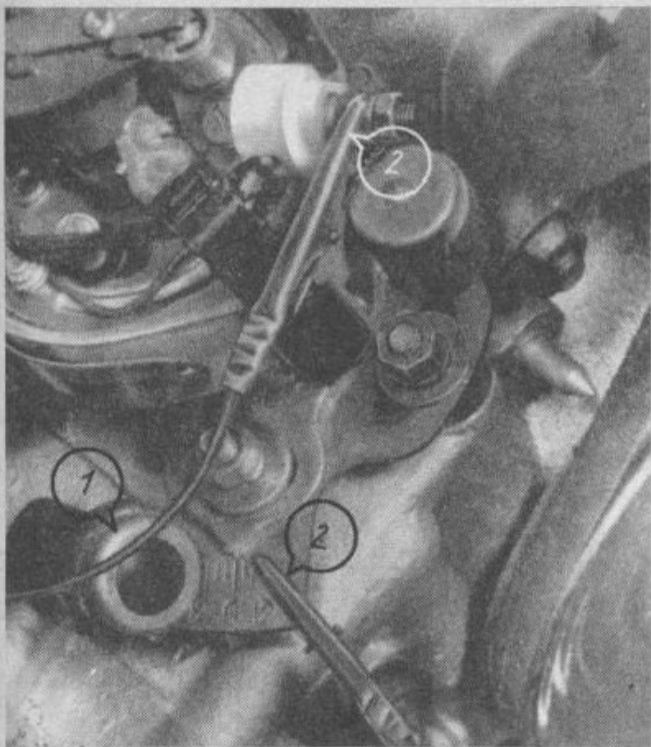

Bild 3-22 Einstellen des Zündzeitpunktes mit Hilfe einer Prüflampe; 1 – Prüflampe, 2 – Prüflampenklemmen, angeschlossen an Klemme 1 des Verteilers und an Masse
1. Verteilerkappe abnehmen und Prüflampe mit der einen Klemme an Klemme 1 des Zündverteilers (= Stromzuführungsleitung, die von der Zündspule kommt) oder an die gleiche Klemme der Zündspule – es ist die mittlere – und mit der anderen Klemme an Masse (ein feststehendes Motorteil) anschließen (Bild 3-22)